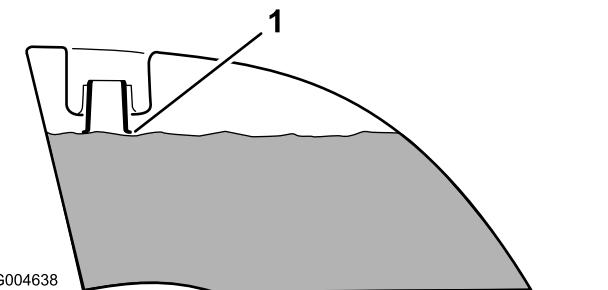

Figure 11
- Remplissez les deux réservoirs de carburant jusqu'à ce que le niveau atteigne de la base du goulot de remplissage (Figure 11). **Ne remplissez pas excessivement les réservoirs de carburant.**